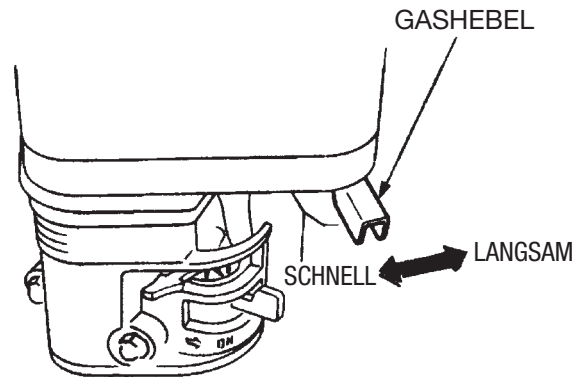

Abb. 20. Gashebel
- Den **Gashebel** (Abb. 20) zum Anlassen mittig zwischen **schnell** und **langsam** positionieren. Das Schneiden erfolgt stets mit **Vollgas**. Der Drehzahlregler wurde werksseitig so eingestellt, dass die optimale Trennscheibendrehzahl gewährleistet ist.
1. Motor neu starten (siehe Abschnitt oben). Gashebel (Abb. 20) auf Vollgas stellen. Sicherstellen, dass die Wasserzufuhr betriebsbereit ist. Hahn öffnen, um Wasser zuzuführen. Siehe Abschnitt "Optionaler Wassertank" dieses Handbuchs.